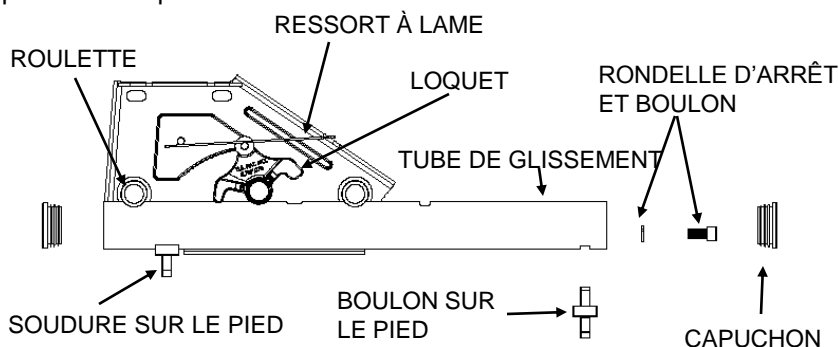
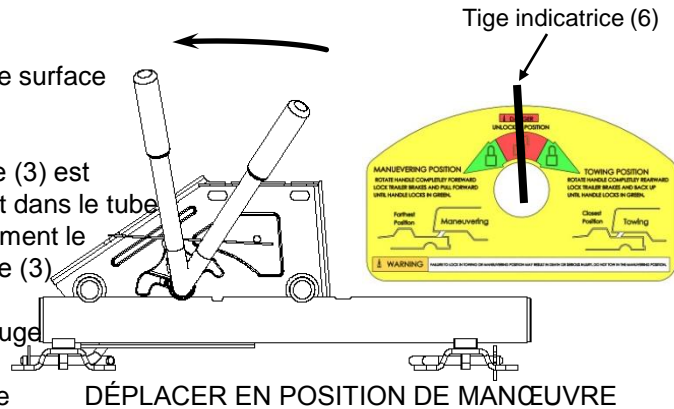
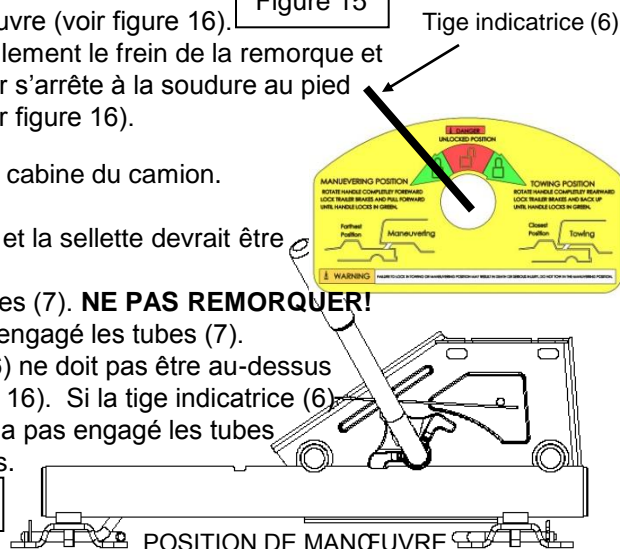

Figure 13
Figure 15
Figure 16
Le ressort à lame sur la came du loquet permet au loquet de rester engagé. L'attelage ne peut pas se déplacer vers l'arrière lorsque le loquet est engagé. La charge arrière force le loquet plus loin dans la fente. L'attelage ne peut pas se déplacer vers l'avant à cause du boulon sur le pied (montré à la figure 13).
3. Tirer la poignée (3) vers l'avant (voir figure 15). Si la poignée (3) est difficile à bouger, elle doit être coincée dans le trou du loquet dans le tube de glissement (7). On peut la débloquer en déplaçant légèrement le camion vers l'avant et vers l'arrière jusqu'à ce que la poignée (3) se déplace librement.
4. La tige indicatrice (6) devrait être au-dessus de la section rouge déverrouillée près de la section verte de manœuvre (voir figure 15). La pression du ressort pressera le loquet contre le dessus du tube, le loquet se verrouillera dans la fente quand la REESE™ FIFTH Wheel Slider se déplace en position de manœuvre (voir figure 16).
5. Retourner au camion. Dégager le frein à main. Engager manuellement le frein de la remorque et avancer le camion jusqu'à ce que la REESE™ Fifth Wheel Slider s'arrête à la soudure au pied (figure 13) et que le loquet s'engage en position manœuvre (voir figure 16).
- C. Si la sellette ne bouge pas, le loquet a engagé les tubes (7) et la sellette devrait être verrouillée en position de manœuvre.
- D. Si la sellette ne bouge pas, le loquet n'a pas engagé les tubes (7). **NE PAS REMORQUER!** Répéter les étapes 1 - 6 ci-dessus jusqu'à ce que le loquet ait engagé les tubes (7).
7. Examiner l'étiquette de mise en garde (5). La tige indicatrice (6) ne doit pas être au-dessus de la section verte du côté gauche de l'étiquette (5) (voir figure 16). Si la tige indicatrice (6) est au-dessus de la section rouge de l'étiquette (5), le loquet n'a pas engagé les tubes (7). **NE PAS REMORQUER!** Répéter les étapes 1- 6 ci-dessus.